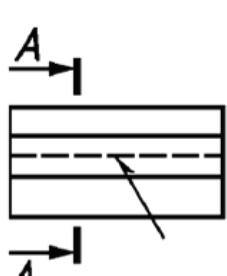

Рис.2
- невидимий (зворотний бік) – штриховою лінією (рис.2)